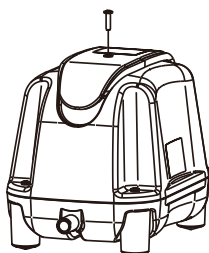

図1
- ①作業の際はコンセントから電源プラグを必ず抜いてください。
- ②フィルターカバー取付ネジを外します。(図1)